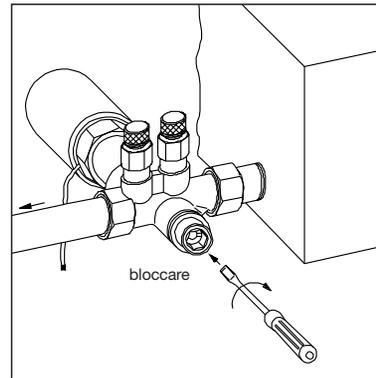

Fig. 2:
- 4 Infine avvitare con il cacciavite, in senso orario, la vite fino a battuta (fig. 2)
Importante: Variando in seguito la prerogolazione, si consiglia di allentare, girando in senso antiorario, prima la vite cava con il cacciavite (fig. 2). Eseguire variazione mediante chiave esagonale Ch 4.
- 2 Intercettare la valvola, come descritto in fig. 2. (solo per operazione di scarico).